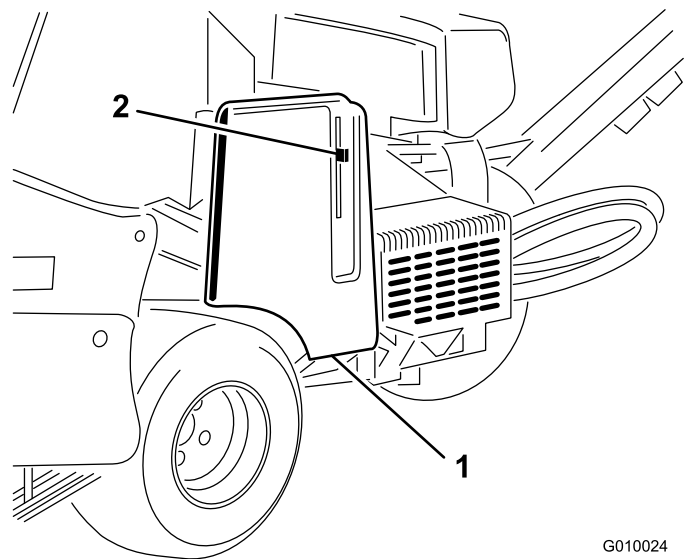
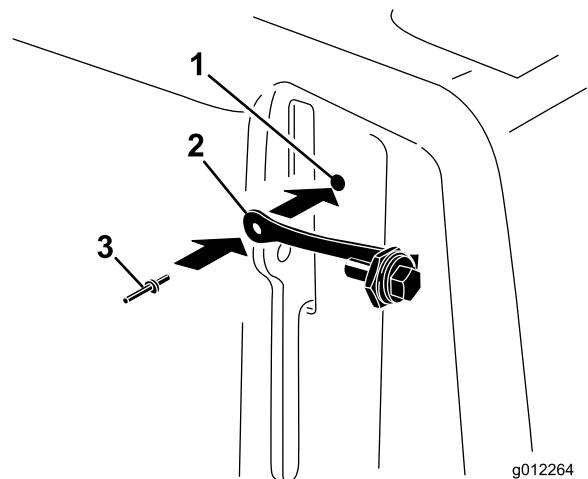

Figura 8
Figura 9
1. Individuate il foro sul paracinghia, vicino alla leva del dispositivo di fermo (Figura 8 e Figura 9).
2. Fissate il cordino al foro presente sul paracinghia per mezzo di un ribattino con spina (Figura 9).